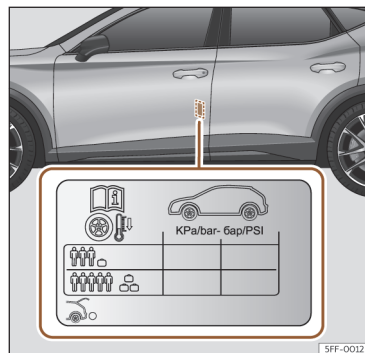

Fig. 229 Localização do autocolante da pressão de ar dos pneus.
- Adapte a pressão dos pneus à carga transportada pelo veículo >>> **Fig. 229.**
Os valores da pressão de enchimento indicam-se na etiqueta autocolante situada na zona posterior da moldura da porta dianteira esquerda >>> **Fig. 229.**
A pressão dos pneus tem de ser ajustada à carga momentânea do veículo. Se pretender utilizar o veículo com a carga máxima, terá de aumentar a pressão dos pneus para o valor máximo indicado na etiqueta >>> **Fig. 229.**
No caso de uma roda de emergência mais estreita (125/70 R16 ou 125/70 R18), encher a 4,2 bar de pressão segundo indicado na etiqueta de pressão dos pneus >>> **Fig. 229.**
- O condutor é responsável por garantir que todos os pneus do veículo estejam cheios com a pressão correta. A pressão de ar recomendada é indicada num autocolante >>> **Fig. 229.**
- Com os pneus a frio, deverá manter-se sempre a pressão indicada no autocolante >>> Fig. 229.